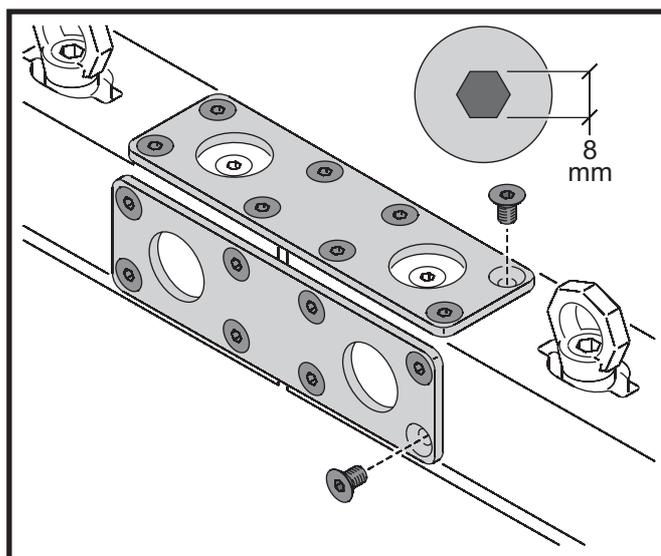

Figure 7: Plaques de Jonction pour Coupleurs de Blocs de Tête
1. Voir Figure 7. Assemblez les Blocs Doubles ou Triples avec les Plaques de Jonction, une sur le dessus et l'autre sur la face avant des Blocs. Fixez chaque plaque avec 8 vis M12 pour Clé Allen de 8 mm (16 fixations au total). N'utilisez que les vis fournies par Martin pour ce couplage.